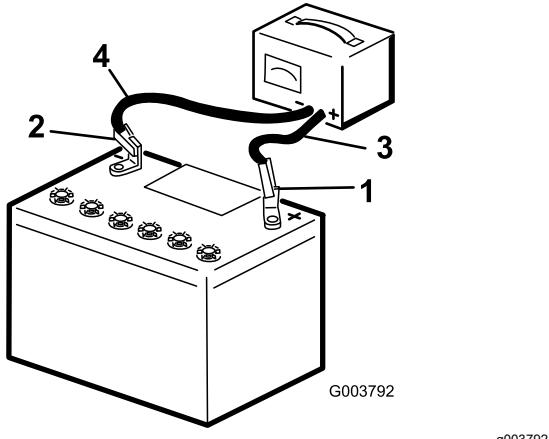

Figura 50
2. Caricate la batteria per 4-8 ore a 3-4 A (Figura 50). Non sovraccaricatela.
3. Quando la batteria è completamente carica, staccate il caricabatterie dalla presa elettrica e scollegate i cavi di ricarica dai poli della batteria (Figura 50).